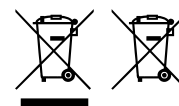

Fig. 1 Fig. 2
4. Le symbole (conteneur déchets à roues barré – Fig. 1), si elle est représenté sur le produit ou sur l'emballage, indique que l'appareil arrivé à la fin de son cycle de vie doit faire l'objet d'une collecte sélective.